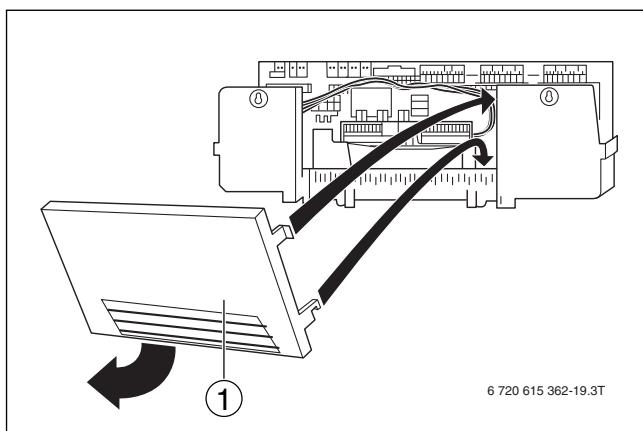

Рис. 23 Подготовка кабельного прохода
- При необходимости выломайте или вырежьте заглушки в задней стенке [1] (\rightarrow рис. 23).
- Установите заднюю стенку на систему управления (→ рис. 23).